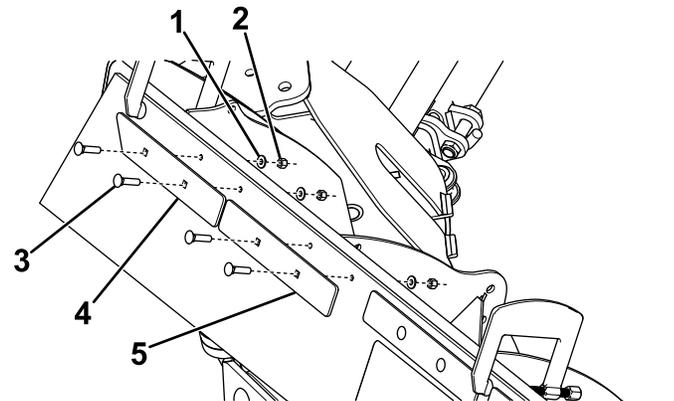

Figure 5
**Remarque:** Si la lame ne comprend pas de trous, servez-vous de la Figure 5 comme guide pour savoir où percer les trous.
4. Fixez les barrettes à 45° dans les trous intérieurs à l'aide de 4 boulons de carrosserie (5/16 po), 4 rondelles (5/16 po) et 4 contre-écrous en nylon (5/16 po), comme montré à la Figure 5.
5. Fixez les barrettes droites dans les trous restants (Figure 5) avec les fixations correctes pour votre chasse-neige indiquées ci-dessous :